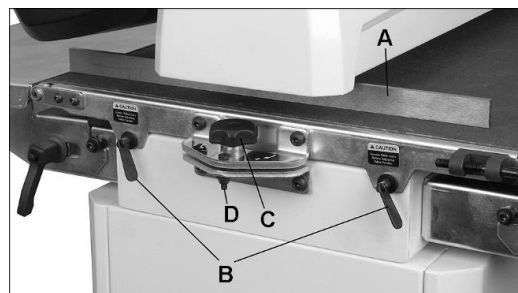

Рис. 7-4: выравнивание барабана
3. Установите линейку между барабаном и столом транспортера с внешней стороны барабана (А, Рис. 7-4).
3. Если в месте нахлеста при шлифовании видна борозда, ослабьте обе запорные ручки стола (В, Рис. 7-4) и немного опустите внешнюю сторону стола с помощью ручки (С).
**Примечание:** при обработке узкой заготовки (шириной менее 560 мм на станке модели JWDS-2244 или менее 635 мм на станке модели JWDS-2550) верните стол транспортера в положение, параллельное шлифовальному барабану. Поворачивайте ручку в противоположном направлении до касания со стопорной гайкой (D, Рис. 7-4). Стопорная гайка является упором для установки параллельности стола.